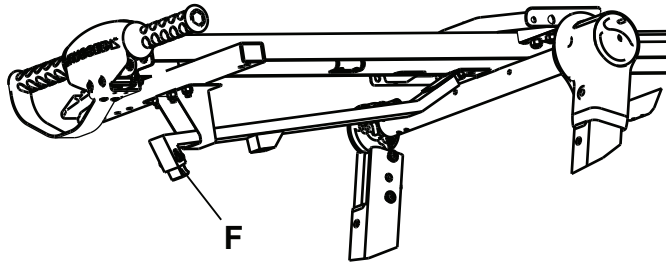

Рисунок 12 – Рекомендации по регулировке крюка
2. Проведите пробную выгрузку каталки из автомобиля, чтобы подтвердить зацепление предохранительного крюка с пластиной защелки. С помощью шестигранного ключа М5 отрегулируйте по необходимости положение конца крюка (F), чтобы обеспечить зацепление предохранительного крюка с пластиной защелки в процессе выгрузки (Рисунок 12).